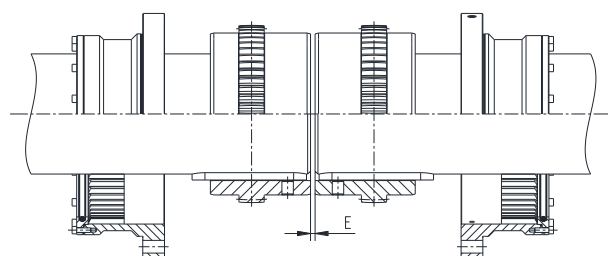

図 36
- 距離が E 寸法になるように機械を軸方向に移動して下さい。(表 1, 3 をご参照)(図 36 をご参照)